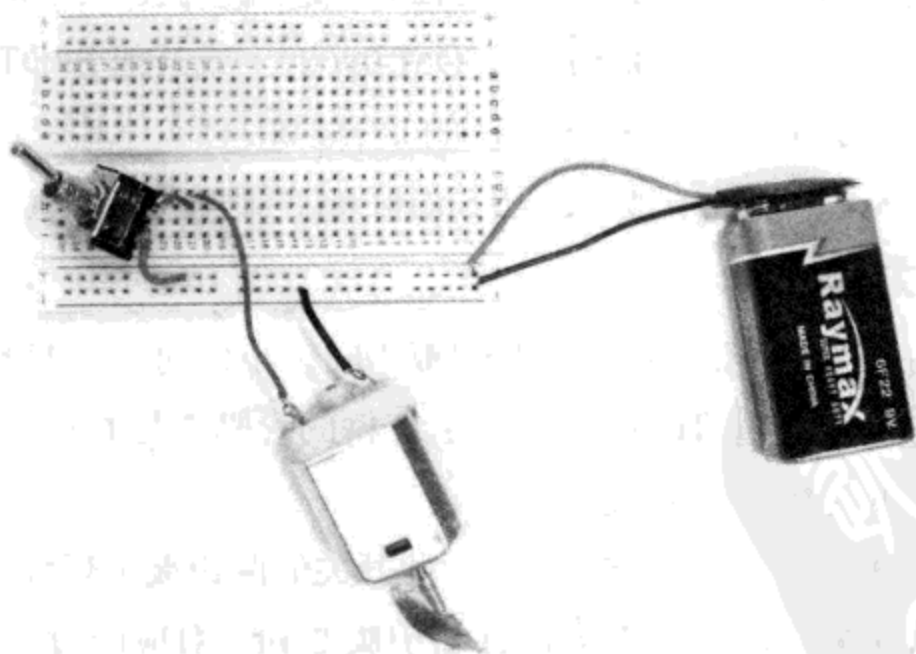

图6.20 面包板上与项目6.13相同的电路
- (1) 把跳线焊到开关与电机的引脚上（如果不带接线头）。不用关心直流电机的正负极。
- (2) 将开关的一个引脚插到面包板上标有“+”的列中，另外一个管脚插到面包板的行，关断开关。
- (3) 把电机的红线插入与开关引脚相同的行，黑线插入标有“-”的列。
- (4) 将电池的红线插入标着“+”的一列，就可以给面包板供电。现在把电池的黑线插在标着“-”的一列。这样，面包板上有一整列接“+”极，一整列接“-”极，电路就搭完了（可参考附录中其他给面包板供电的方法）。接好的电路应如图 6.20 所示。